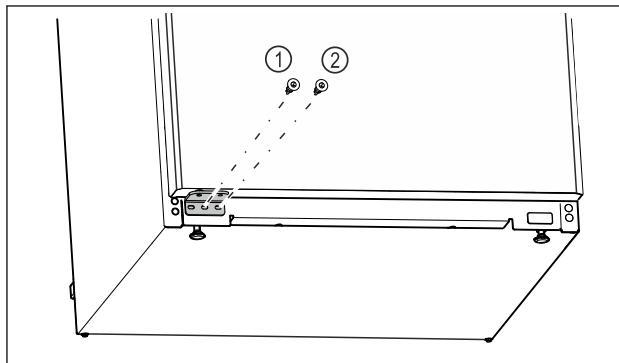

Fig. 22
- ▶ Zaskrutkujte strednú skrutku ložiskovej konzoly Fig. 22 (1) skrutkovačom Torx 20.
- ▶ Zaskrutkujte vnútornú skrutku ložiskovej konzoly Fig. 22 (2) skrutkovačom Torx 20.